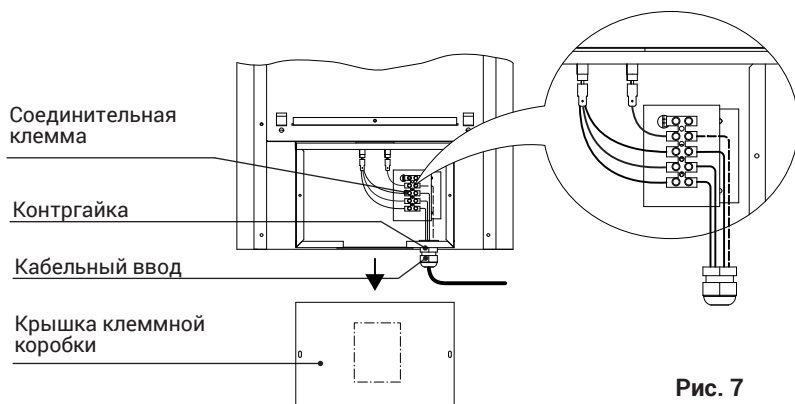

Рис. 7
- Электроподключение согласно рис. 7 и примеру подключения.